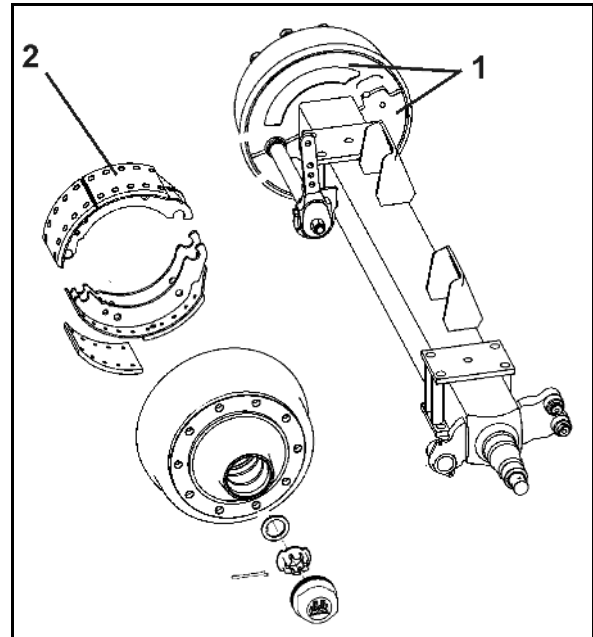

Рис. 119
1. Выверните болты и снимите оба защитных кожуха (Рис. 119/1) с внутренней стороны тормозного барабана.
Грязь может скапливаться на тормозных накладках (Рис. 119/2) и значительно снижать эффективность торможения.